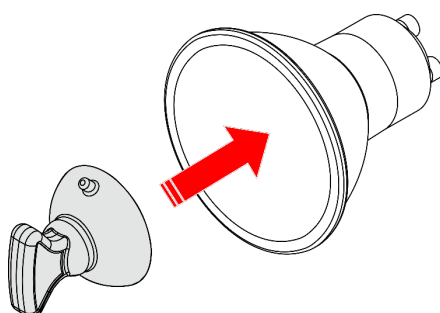

Fig. 04
- 01) Fissare la ventosa in dotazione alla lampadina (vedere Fig. 04).